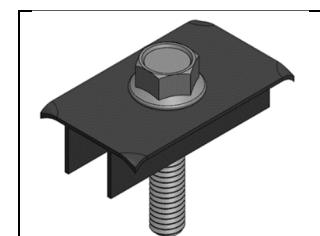

Rys. 1a: Miejsca przyłożenia
- 1) Klamry lub zaciski zabezpieczające:** Moduł należy zamontować z zaciskami umieszczonymi na dłuższych krawędziach modułu. Dopuszczalne zakresy podano w punkcie 5.0 (dodatek). Instalatorzy muszą zapewnić odpowiednio wytrzymałe klamry, tak aby osiągnąć maksymalną wytrzymałość konstrukcyjną modułów. Firma Maxeon Solar Technologies nie dostarcza zacisków ani klamer. Zaciski, które mocują górną część ramy, nie mogą odkształcić górnego kołnierza. Zaciski muszą wywierać nacisk współliniowo do „ścianki” ramy modułu, nie tylko górnego kołnierza. Klamry nie powinny wywierać nadmiernego nacisku na ramę, odkształcać górnego kołnierza ani stykać się ze szkłem – tego rodzaju praktyki unieważniają gwarancję na moduł oraz powodują ryzyko uszkodzenia ramy i szkła, Rys. 1a przedstawia miejsce występowania nacisku górnej klamry ramy. Należy unikać zaciskania krawędzi modułu w odległości 50 mm od rogu, aby ograniczyć ryzyko odkształcenia i pęknięcia szkła. Podczas mocowania ramy modułu moment dociskania nie może nigdy przekroczyć 15 Nm, w przeciwnym razie istnieje ryzyko odkształcenia ramy. Należy użyć skalibrowanego klucza dynamometrycznego. Przed instalacją systemy montażowe należy ocenić pod względem zgodności, szczególnie w przypadku nieużywania zacisków lub klamer. Aby uzyskać zatwierdzenie dla niestandardowych zacisków lub klamer zabezpieczających, gdy wartości dociskania są wyższe od podanych, należy skontaktować się z firmą Maxeon Solar Technologies,